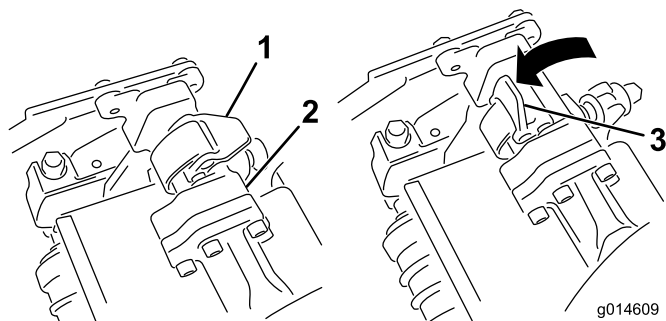
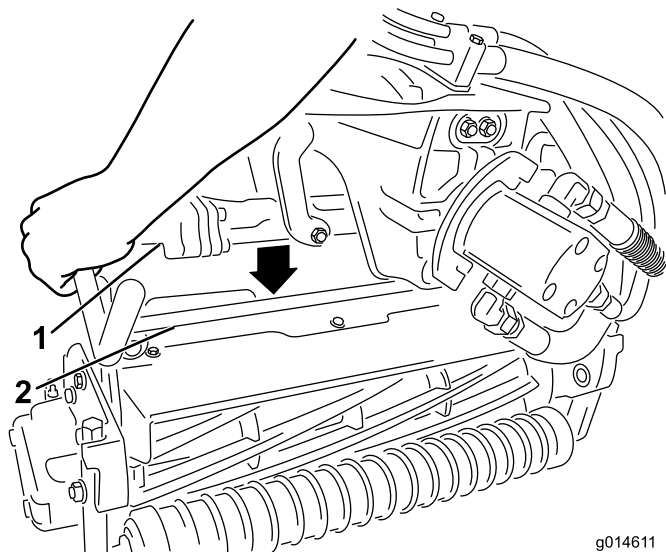

图13
图14
- 当悬挂臂杆上的闭锁指向上方（即打开）时（图13），向下压悬挂臂，使悬挂臂杆与滚刀组上方的支架相契合（图14）。
- 向下并绕着滚刀组横杆关闭闭锁，将它们锁定到位（图13）。